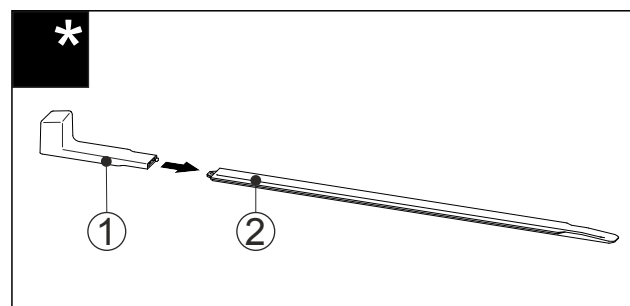

Fig. 54
- Insérer la poignée de montage Fig. 54 (1) dans le rail de nivellement Fig. 54 (2).